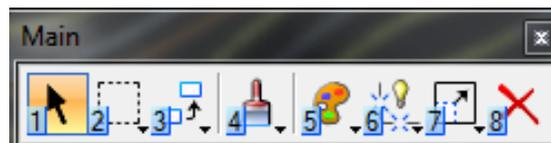

Figura 32. Barra de Herramientas Principales en Microstation
4. BARRA DE HERRAMIENTAS PRINCIPALES. (Ver Figura 32 y Tabla 4).